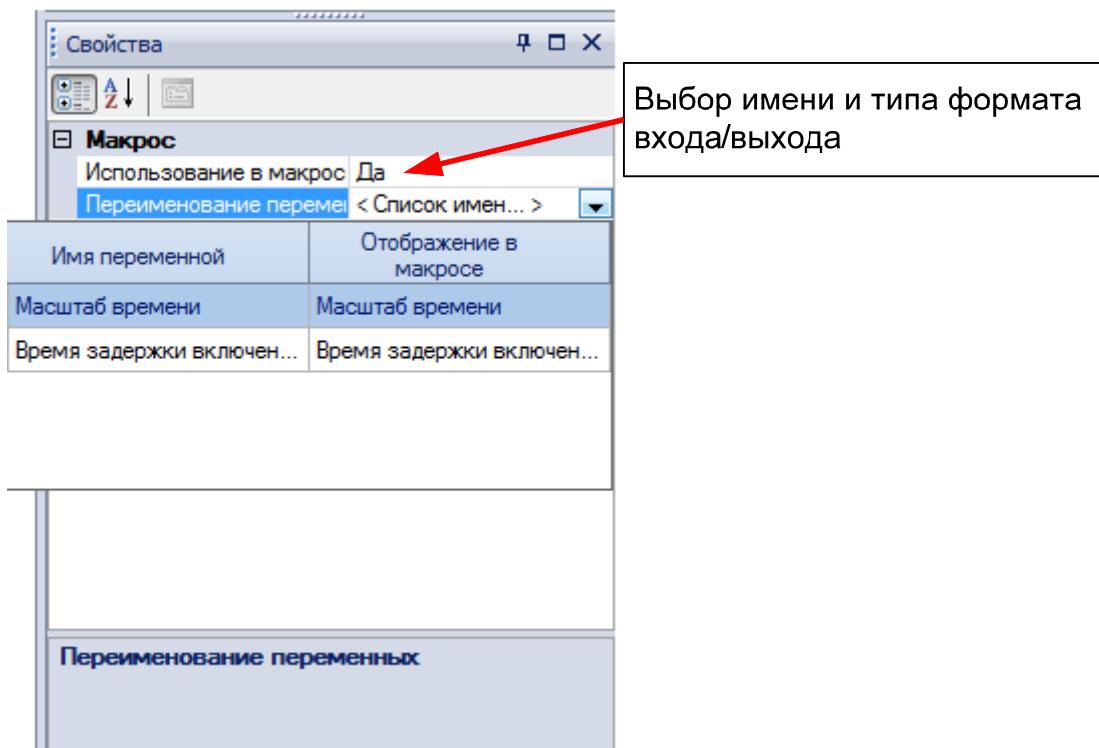

Рисунок 3.18 – Задание «видимости» уставок в коммутационной программе
- д) задание «видимости» из коммутационной программы уставок функциональных блоков (см. рисунок 3.18).